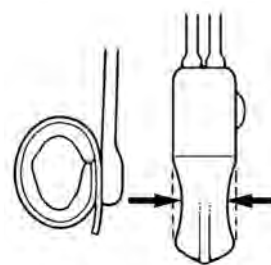

Figure 4-40. Activer (réactiver) le système (quitter le mode désactivé)
5. Appuyer plusieurs fois sur le bouton de désactivation pour desserrer la soupape. **(Figure 4-40)** Comprimer ensuite de façon forte et rapide la poire de la pompe.